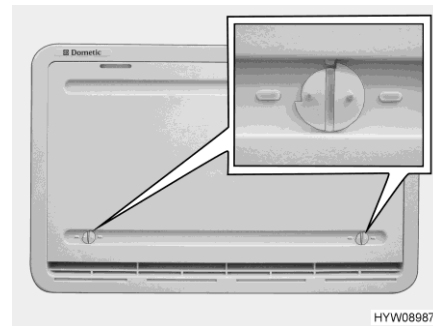

Fig. 185 Cubierta de invierno (rejilla de ventilación del frigorífico)
La cubierta de invierno (Fig. 185) protege el grupo de refrigeración de aire frío. Colocar cubiertas de invierno delante de ambas rejillas de ventilación del frigorífico si la temperatura exterior cae por debajo de +10 °C (tanto en caso de funcionamiento a gas como en caso de funcionamiento con electricidad).
- Abrir ambos bloqueos (Fig. 185) (la ranura está en posición horizontal).